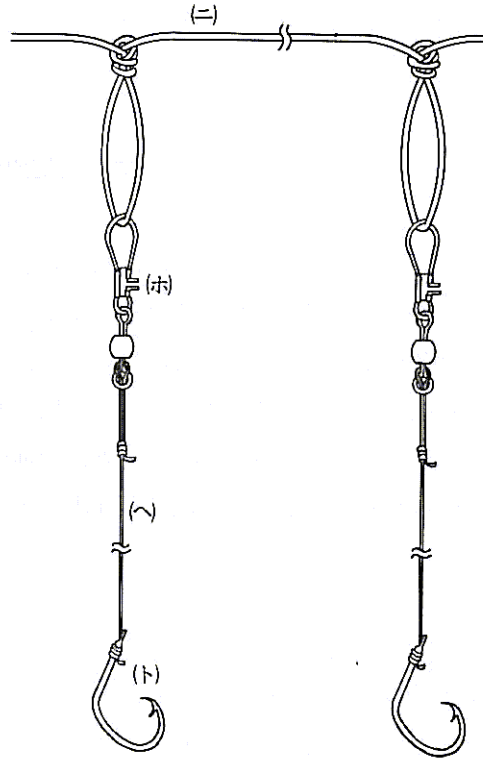

図 1-2
- (ロ) 枝縄の幹縄へのとり付け方 (図1-2)
恩納村地先のリーフの外側で水深50～100mのところを設置する。一本の浮く縄（PG 5mm）を200m～400m使い、浮標縄にして枝縄を15～30本つけて設置してある。クリ舟やボートで定置網や刺網を揚げ終って来てから見巡りし、風上から幹縄をたぐって船を移動させながら餌がついてなければつけ、マンビキ（しいら）がかかっているれば幹縄を船べりにひっかけ、枝縄をたぐり寄せて漁獲（手かぎも使う）し、釣針に餌（冷凍ムラサキイカの角切り）をつけて投げ入れる。1日に何回か見巡りして同じ方法で漁獲する。マンビキは天気が悪くなれば釣れる。朝まずめ夕まずめが良い。この漁具、漁法は1万円たらずの漁具資材費で簡単な操業方法で行われ、大漁する時は1日300Kgも水揚げする。なお枝縄と幹縄の結び方は図1-2のように幹縄で二重の止め結びにしてツボをつくって枝縄のスナッチフックをひっかける方法である。